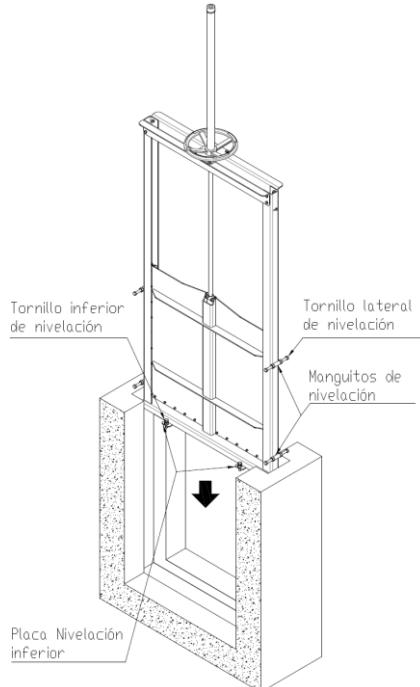

Figura 1
- Posicionar, centrar y nivelar la compuerta canal en la roza del muro. Para ello ajustar los tornillos en los manguitos y placas de nivelación (ver Figura 1). Asegurarse de que la compuerta canal está centrada en el canal. NOTA: Las compuertas de canal de tamaño pequeño no incluyen placas de nivelación. En tal caso, seguir el Paso 1B antes de proseguir con el "Paso 2" para, de este modo, poder nivelar la compuerta verticalmente